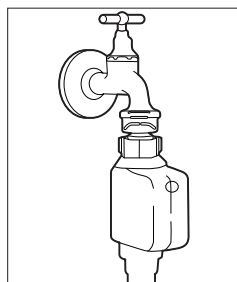

Fig. 5
- Collegare il tubo di afflusso dell'acqua al relativo raccordo (13). Stringere il raccordo manualmente.
- Collegare l'estremità del tubo con Aquastop a un rubinetto dell'acqua fredda con filettatura 3/4" (vedere la **fig. 5**). Il tubo di afflusso dell'acqua può essere collegato anche a un rubinetto dell'acqua calda, purché la temperatura dell'acqua non superi i 60 °C.